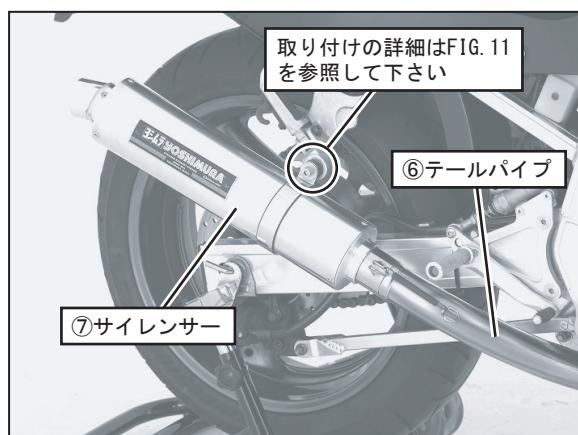

FIG. 10
9. ⑧サイレンサーバンドに⑨サイレンサーバンド用スペーサーラバーを取り付けて⑦サイレンサーに通し、⑪キャップボルトM8×45、⑫平ワッシャM8×20、⑮アルミカラーパー8-25-10、⑭フランジナットM8を使用して車両タンデムステップのマフラー取付位置に取り付け、仮締めして下さい。(FIG. 10, 11参照)